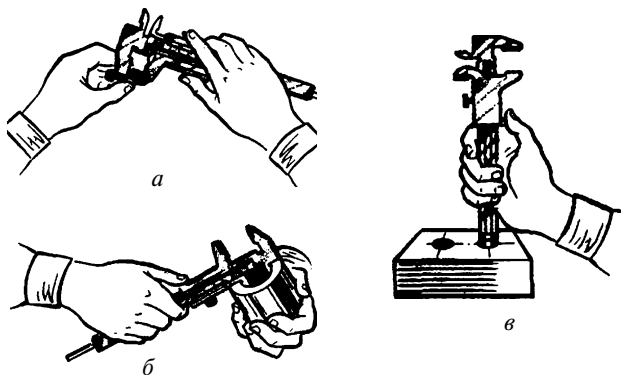

Рис. 41. Измерение диаметра при помощи штангенциркуля:
7. Демонстрация приемов измерения штангенциркулем (рис. 41)